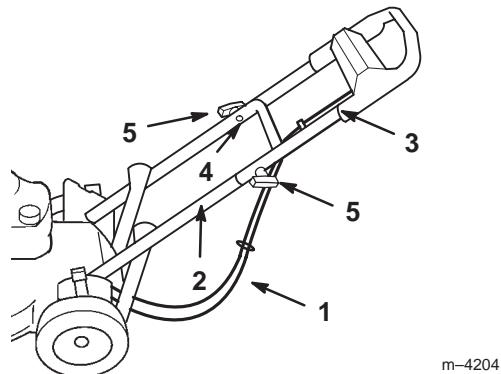

Figura 3
5. Asegúrese de que los cables pasen por debajo y por detrás del manillar inferior, según muestra la Figura 3.